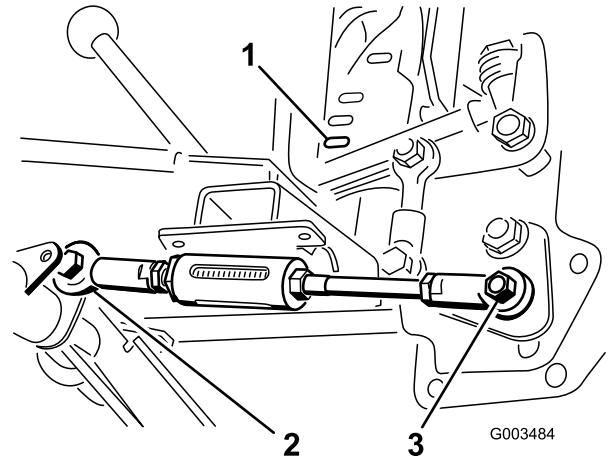

Figura 8
- Mueva la palanca de elevación hasta que el taladro de la articulación esférica esté alineado con el taladro del lado derecho de la palanca de la varilla ajustable del tubo de giro, y sujete la varilla a la palanca con un perno (1/2 x 1-1/2 pulgadas) y una contratuerca (1/2 pulgada), según se muestra en Figura 8.